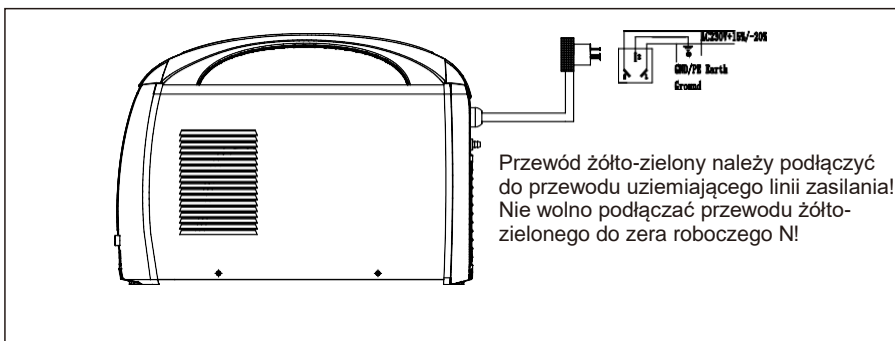

Fig. 3-5-1: Podłączenie przewodu do sieci zasilającej
**Uwaga:** Wielkość zabezpieczenia sieci ma jedynie wartości przybliżoną. Wartość ta może się różnić w zależności od charakterystyki sieci zasilającej.(Fig. 3-5-1).